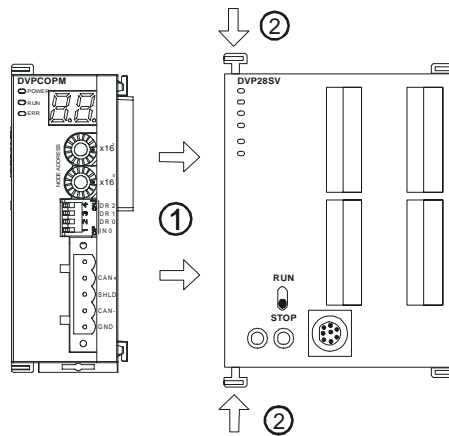

图 3-1
- 将 SV 主机左侧上下两端的 I/O 模块卡口打开，将 DVPCOPM-SL 模块沿四角上的导入孔装入，如图 3-1 步骤 ① 所示；
- 压入 SV 主机上下两端的卡口，卡紧模块以保证接触良好，如图 3-1 步骤 ② 所示。